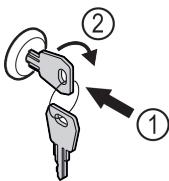

Fig. 161
- ▶ Insérer la clé. Fig. 161 (1)
- ▶ Tourner la clé à 90° dans le sens horaire. Fig. 161 (2)